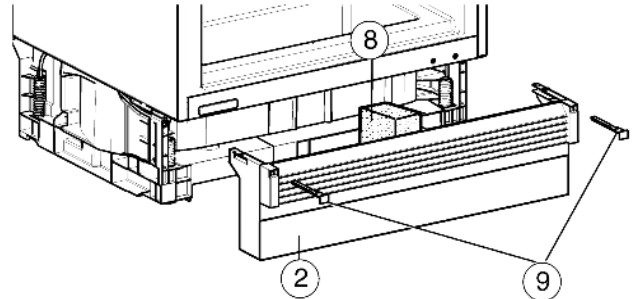

Fig. 10
- ▶ Installer la mousse isolante Fig. 10 (8) nécessaire au fonctionnement des flux d'air séparés.
- ▶ Remettre le cache socle Fig. 10 (2) et le tirer vers l'avant de façon à ce que l'arête avant de la grille d'aération et le cache socle du placard soit au même niveau !
- ▶ Fixation du cache socle Fig. 10 (2) : enclencher le verrou Fig. 10 (9) tout en maintenant le cache socle.